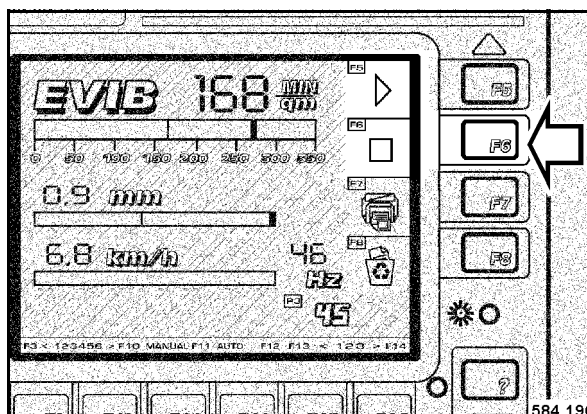

Fig. 110
- Al llegar al final de la pasada, marca 2, hay que pulsar la tecla F6 „STOP“ (Fig. 110).